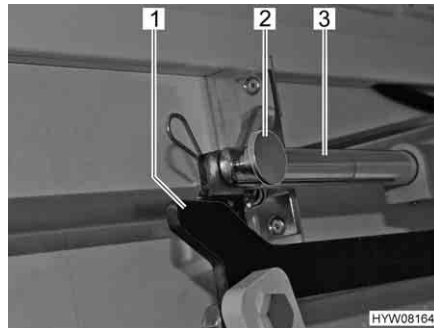

Fig. 69 Azionamento
- Rimuovere il collegamento (copiglia e bullone) (Fig. 69,2) tra la biella (Fig. 69,3) e la leva (Fig. 69,1).
- Afferrare dal basso tra parete laterale e la tiranteria del letto basculante e rimuovere il collegamento (copiglia e bullone) (Fig. 69,2) tra la biella (Fig. 69,3) e la leva (Fig. 69,1).